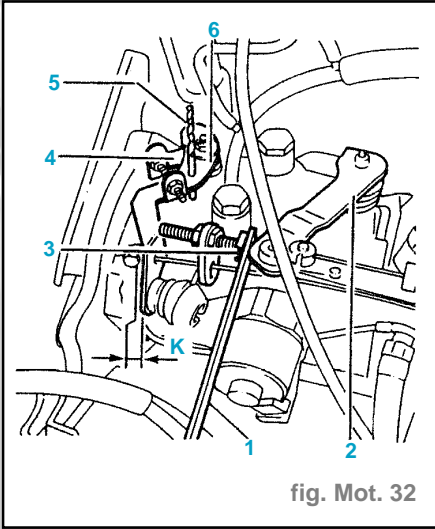

fig. Mot. 32
- Commande de ralenti accéléré libérée (jeu K compris entre **0,5** et **1 mm** (fig. Mot. 32)).
- Placer une cale (1) entre le levier de charge (2) et la butée anticallage (3) : cale de **3 mm** d'épaisseur (fig. Mot. 32).
- Pousser le levier de stop (4).
- Engager une pignone (5) de diamètre **3 mm** dans le levier (6).
- Régler le régime moteur en agissant sur la butée d'anticallage (3) **1 500 tr/mn.**
- la pignone (5),
- la cale (1).